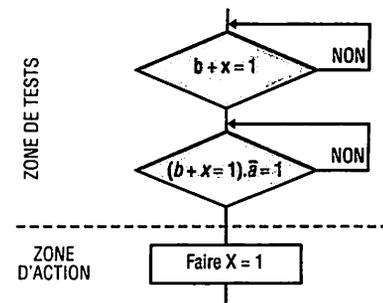

Fig. 26 : Organigramme de programmation.
- d'un organigramme, langage littéral (fig. 26).